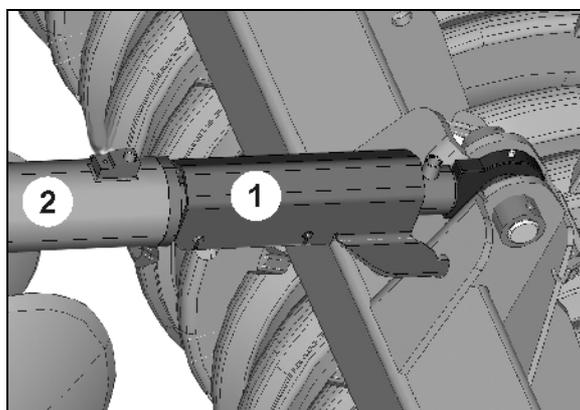

Fig. 31
1. Bloquear el cilindro hidráulico (Fig. 31/2) con el bloqueo de marcha (Fig. 31/1).